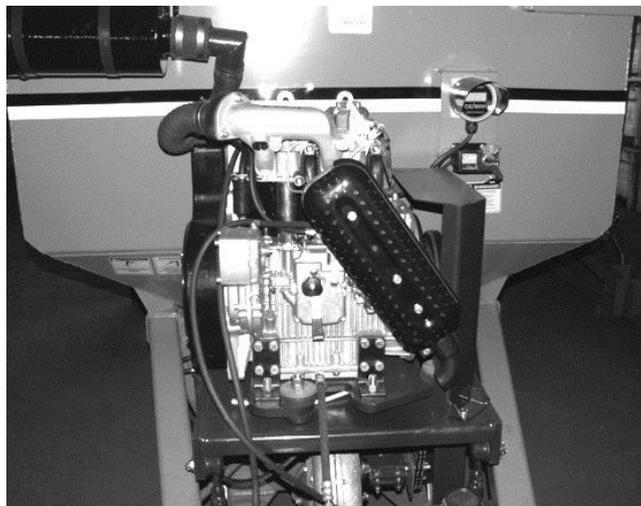

Рис. 6.7.5. Дизельный двигатель
6.7.5. **Дизельный привод Ломбардини** (рис. 6.7.5) в эксплуатации прост и надежен (см. паспорт на двигатель и его перевод на русский язык в Приложении). При замене масла в картере можно применять масло SAE-30.